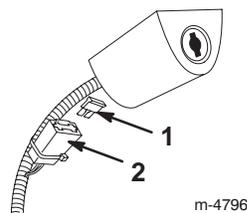

Figure 33
2. Installez le fusible de rechange comme illustré à la Figure 33.